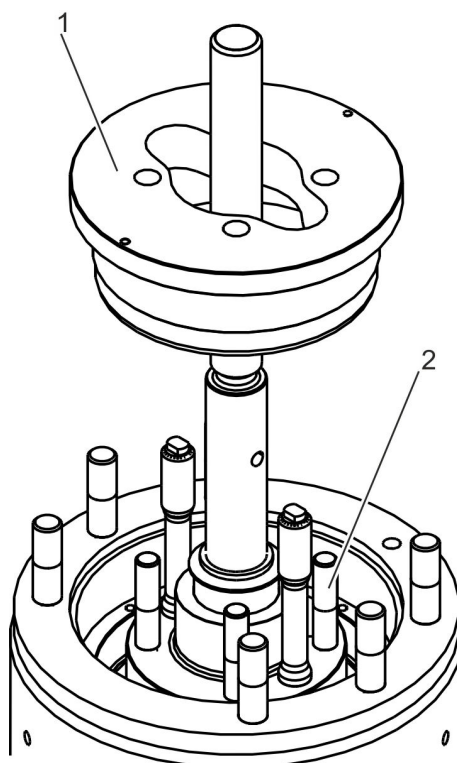

Abb. 49: Spanndeckel montieren
- 38.** ▶ Falls vorhanden, Spanndeckel (Abb. 49/1) mit Hebezeug von oben auf die Spindel und auf die Stiftschrauben (Abb. 49/2) im Verschlussdeckel aufstecken.
Spanndeckel (Abb. 49/2) über Kreuz mit Muttern (Abb. 49/2) auf den Stiftschrauben verschrauben.